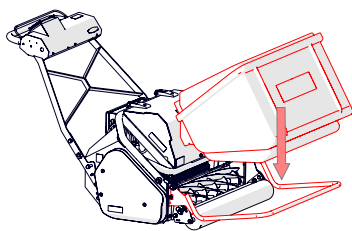

Fig. 2B - Colocación de la bolsa recogedora
2. **Coloque la bolsa recogedora;** baje el bastidor de la bolsa recogedora hacia la parte delantera de la máquina. Levante la bolsa recogedora, colóquela sobre dicho bastidor (Fig. 2B) y retire cualquier resto del envoltorio de plástico.